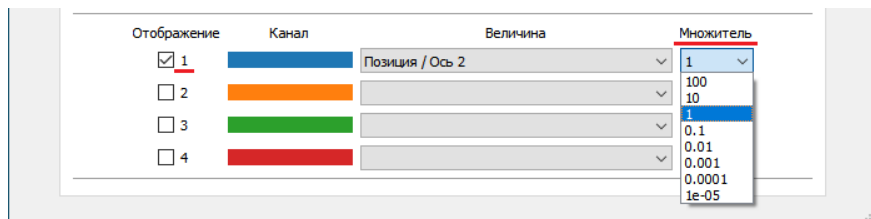

Рисунок 4.7. Выбор множителя канала
- «Множитель» — выбор дополнительного множителя канала (рис. 4.7). После выбора множителя выводимые значения будут автоматически умножаться на заданный коэффициент. Данная функция позволяет в одних и тех же осях